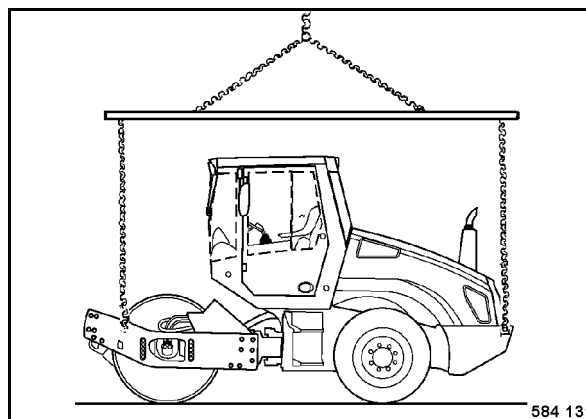

Fig. 71
- Para elevar la máquina también hay que hacer uso de las cuatro armellas (Fig. 71) y equipo de elevación.